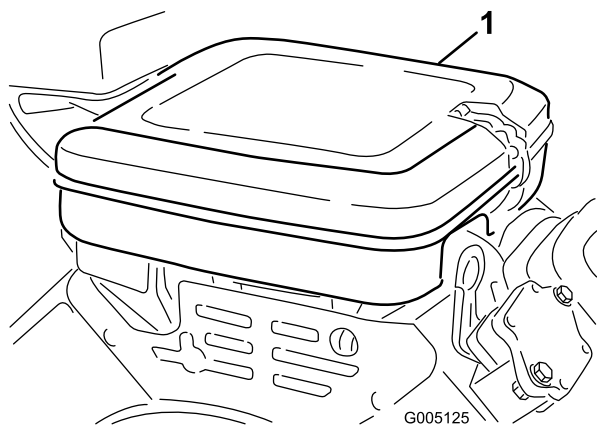

Figura 32
1. Rilasciate i fermagli di bloccaggio e rimuovete il coperchio del filtro dell'aria (Figura 32). Pulite accuratamente il coperchio.